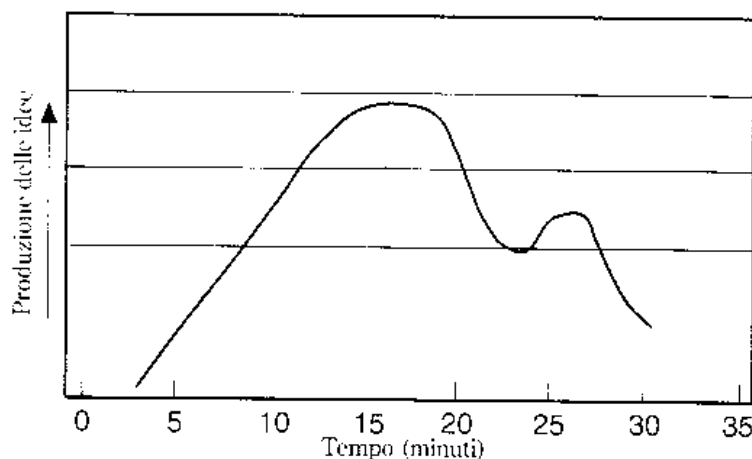

Figura 8.5 Un ciclo tipico delle idee generate durante un brainstorming
- (e) La figura 8.5 mostra un ciclo tipico di generazione di un'idea durante un *brainstorming*. La fase iniziale, durante la quale le idee vengono espresse rapidamente e sono numerose, di solito dura circa 20 minuti, poi, in genere, c'è un periodo di fiacca seguito da un secondo picco dopo circa 25 minuti. E' importante continuare anche durante il periodo di fiacca perché il secondo picco spesso produce le idee più creative, che spesso saranno basate su quelle presentate in precedenza. Per questo è importante che le idee espresse rimangano visibili a tutti durante la sessione.